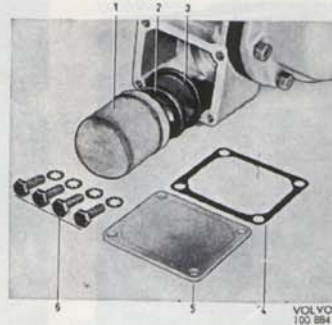

Bild 40. Överväxeldetaljer, tid. utf.
1. Ta bort locket (5, bild 40). Ta ut oljesilen (1) och magnetsatsen (2), se bild 40. Rengör oljesilen i tvättnafta. Blås torrt med tryckluft.
2. Kontrollera att packningen (3) är i gott skick. Vänd den stålklädda sidan mot huset och placera packningen på sin plats.
4. Montera oljesilen (1), magnetsatsen (2), ny packning (4) och locket (5). Fyll på olja, se sid. 22.